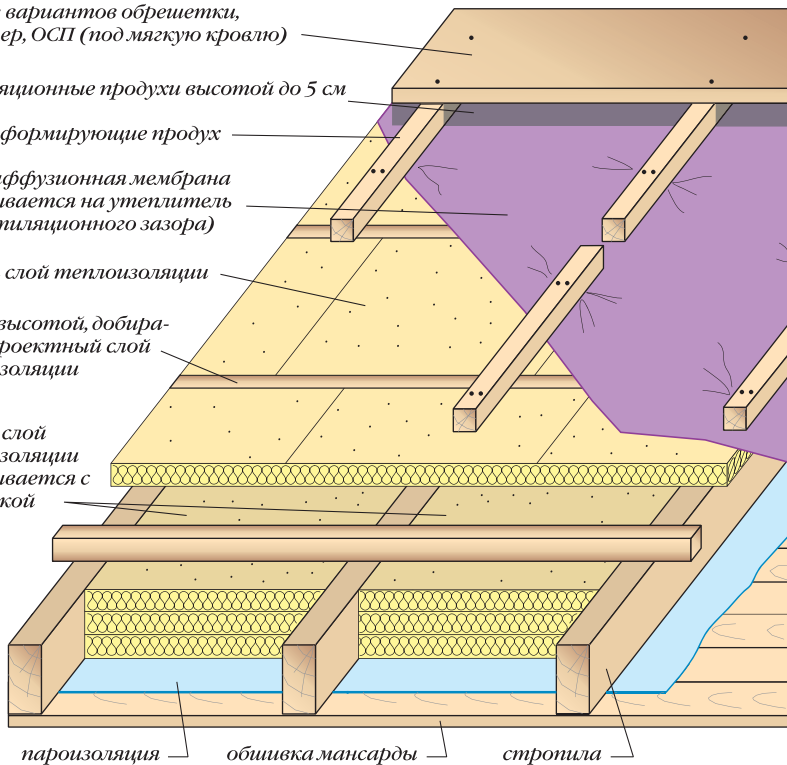

Рис. 15. Теплоизоляция минераловатными плитами в межстропильном пространстве и над стропилами
2. Полное утепление крыши (рис. 15).
ме, он будет конденсироваться на нижней поверхности пленки с малой паропрооницаемостью и в холодный период года превращаться в изморось, еще более снижая паропрооницаемость пленки. Использование супердиффузионной мембраны (рис. 15, 16) лишает нас необходимости делать продух под мембраной. Она укладывается прямо на утеплитель, защищая его от продувания и отводя из утеплителя водяной пар. В бюджетном варианте утепления крыши можно не делать второй слой утепления, а заполнить теплоизоляцией все пространство между стропилами и накрыть ее супердиффузионной мембраной. Однако в этом случае наличие «мостиков холода» от неплотного примыкания утеплителя к стропилам не исключается.